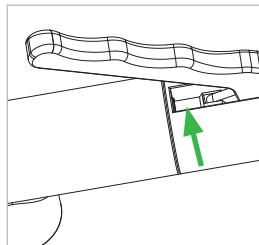

Abbildung 17
- ▶ Geben Sie einen kurzen Sprühstoß mit dem Zielrörchen auf den Gabelkopfstift (Pos. 3) (*Abbildung 17*).